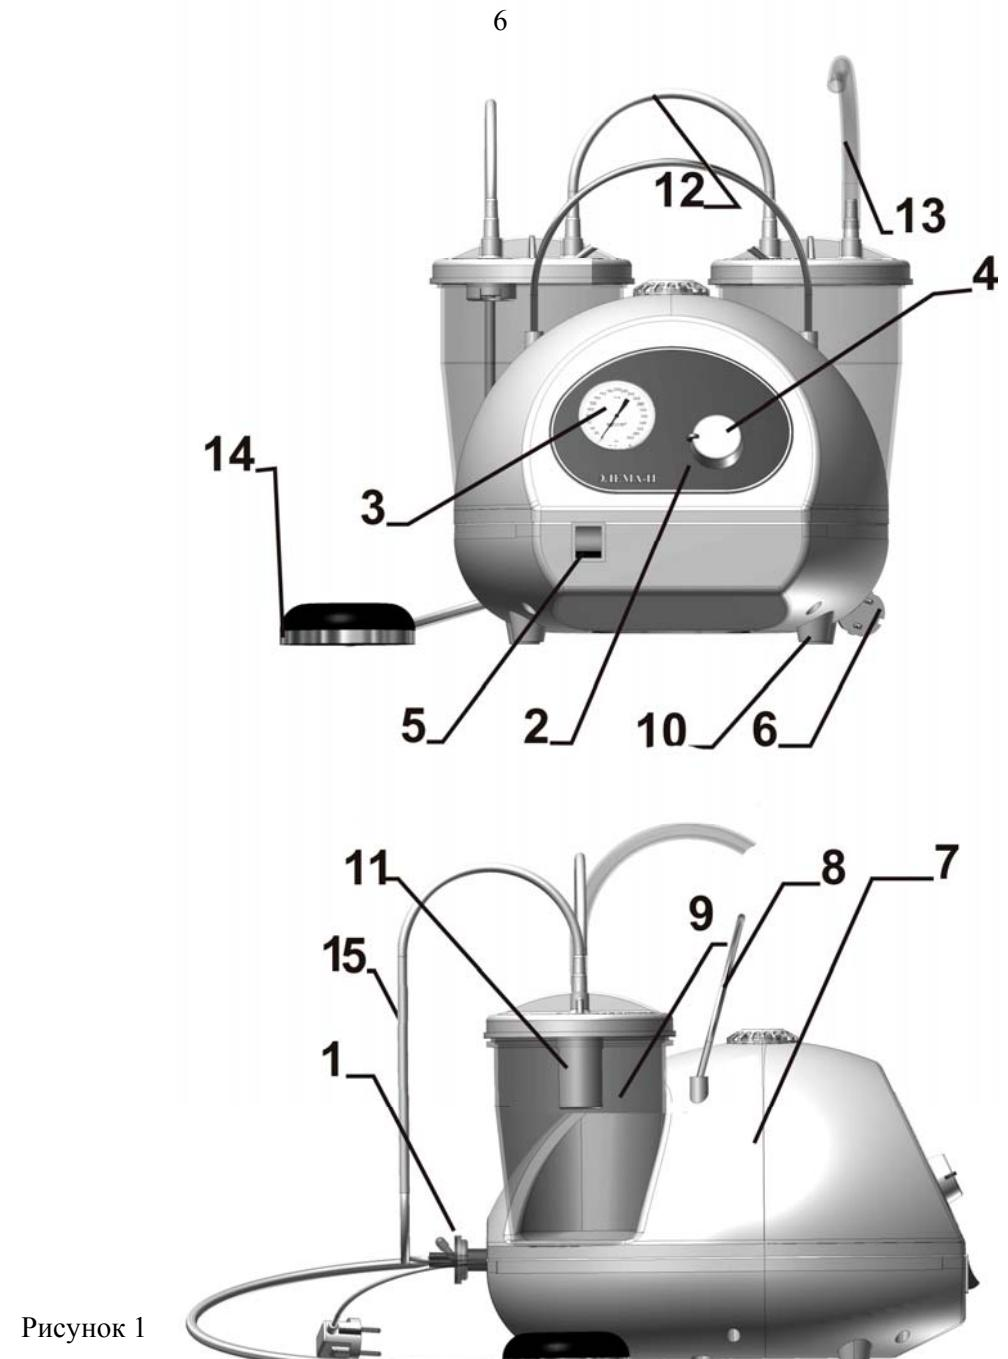
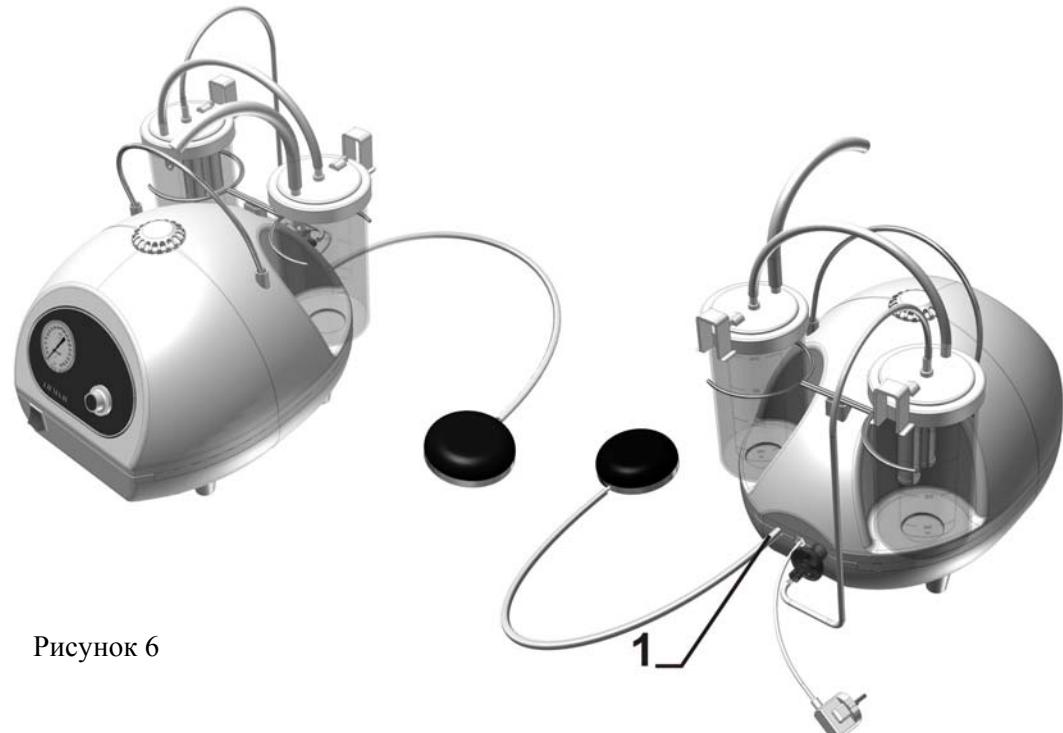

Рисунок 1
Рисунок 6
5.2 Аппарат состоит из следующих частей (рис.1):
7.2.1 Установить аспирационные банки, как показано на рис.1.
7.2.3 Распаковать бактериальный фильтр. Надеть фильтр нижним широким патрубком на специальный универсальный штуцер с резиновым уплотнительным кольцом, расположенный на задней части корпуса аппарата (рис. 1, рис. 6).
7.2.4 Подключить штуцер, расположенный на герметизирующей крышке и соединенный с защитным поплавковым устройством к верхнему внутреннему патрубку фильтра бактериального соединительным шлангом, согласно рис. 1, рис. 6.
7.2.6 Подсоединить отсасывающий шланг к штуцеру второй банки как показано на рис.1, рис. 6.
7.2.7 Подсоединить пусковую пневматическую педаль к патрубку (поз.1 на рис.6) с помощью шланга, как показано на рис.6.